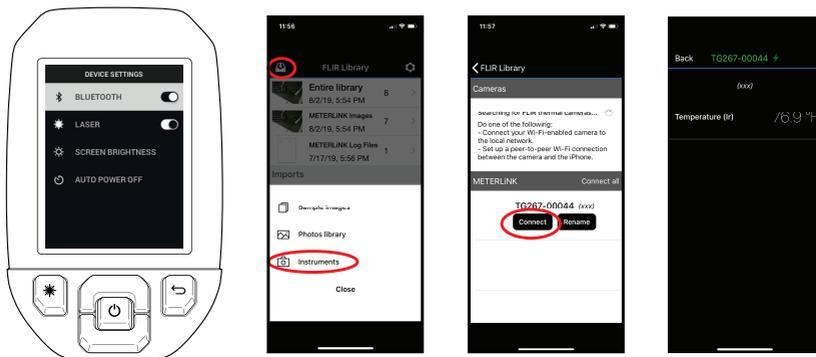

Figure 7.1 Association de la caméra à un appareil mobile
1. Activez la fonction Bluetooth® de la caméra (*Options/Options du périphérique*). Reportez-vous à la Figure 7.1 ci-dessous pour les illustrations à l'appui de cette section.